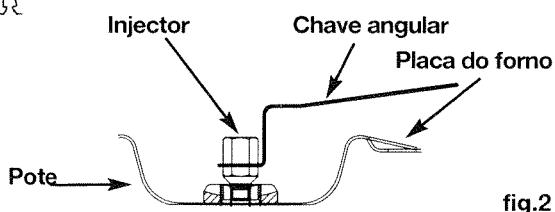

fig.2
- Desenrosque coma chave incluída na embalagem os injectores situados no fundo de cada vaso e retire-os (**fig. 2**).
• Com ajuda da chave fornecida, desataraxe os injectores situados no fundo da cada pote e retire-os (fig. 2).